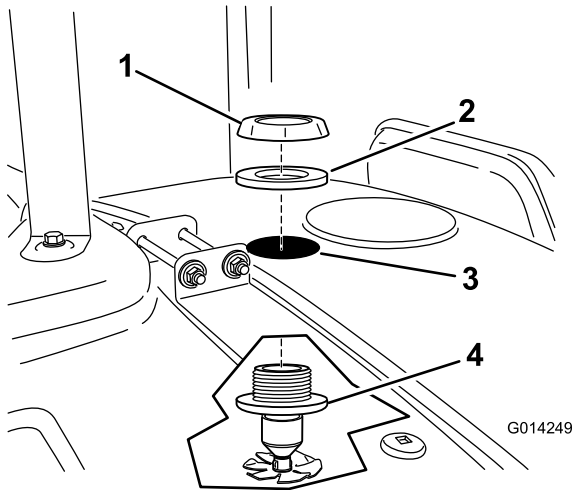

Bild 17
7. Stecken Sie eine Düse durch das gebohrte Loch (Bild 17).
8. Setzen Sie die Bundmutter aus Kunststoff und die Dichtung auf das freiliegende Gewinde des Schotts oben am Behälter (Bild 17). Stellen Sie sicher, dass die Dichtung richtig zwischen der Kunststoffmutter und der Behälteroberfläche sitzt.